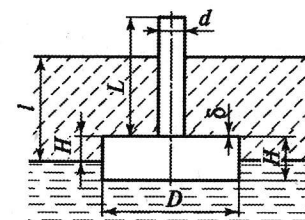

Рис. 4.6
**Задача 4.7.** Поплавок, сделанный из меди, служит для указания уровня раздела воды и бензина. Определить диаметр  $D$  поплавка, если  $\delta = 1 \text{ мм}$ ;  $d = 3 \text{ мм}$ ;  $L = 2 \text{ м}$ ;  $\rho_{\text{мед}} = 9 \cdot 10^3 \text{ кг/м}^3$ ;  $\rho_{\text{б}} = 860 \text{ кг/м}^3$ ;  $\rho_{\text{в}} = 10^3 \text{ кг/м}^3$ ;  $l = 1 \text{ м}$ ;  $H = 10 \text{ см}$  (рис. 4.6).